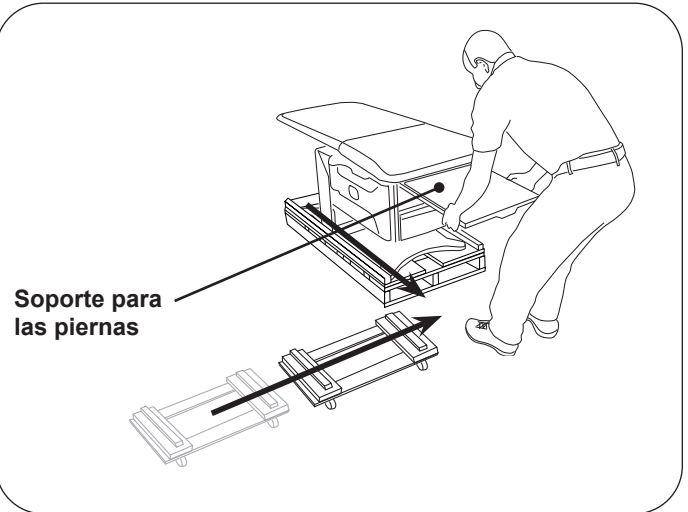

Figura 16. Deslice la mesa para sacarla del pallet
15. Use el soporte para las piernas para deslizar la mesa parcialmente fuera del pallet. Pare cuando haya suficiente espacio para colocar un carro para muebles debajo de la base de la mesa. Termine colocando la mesa en el carro para muebles (Figura 16).